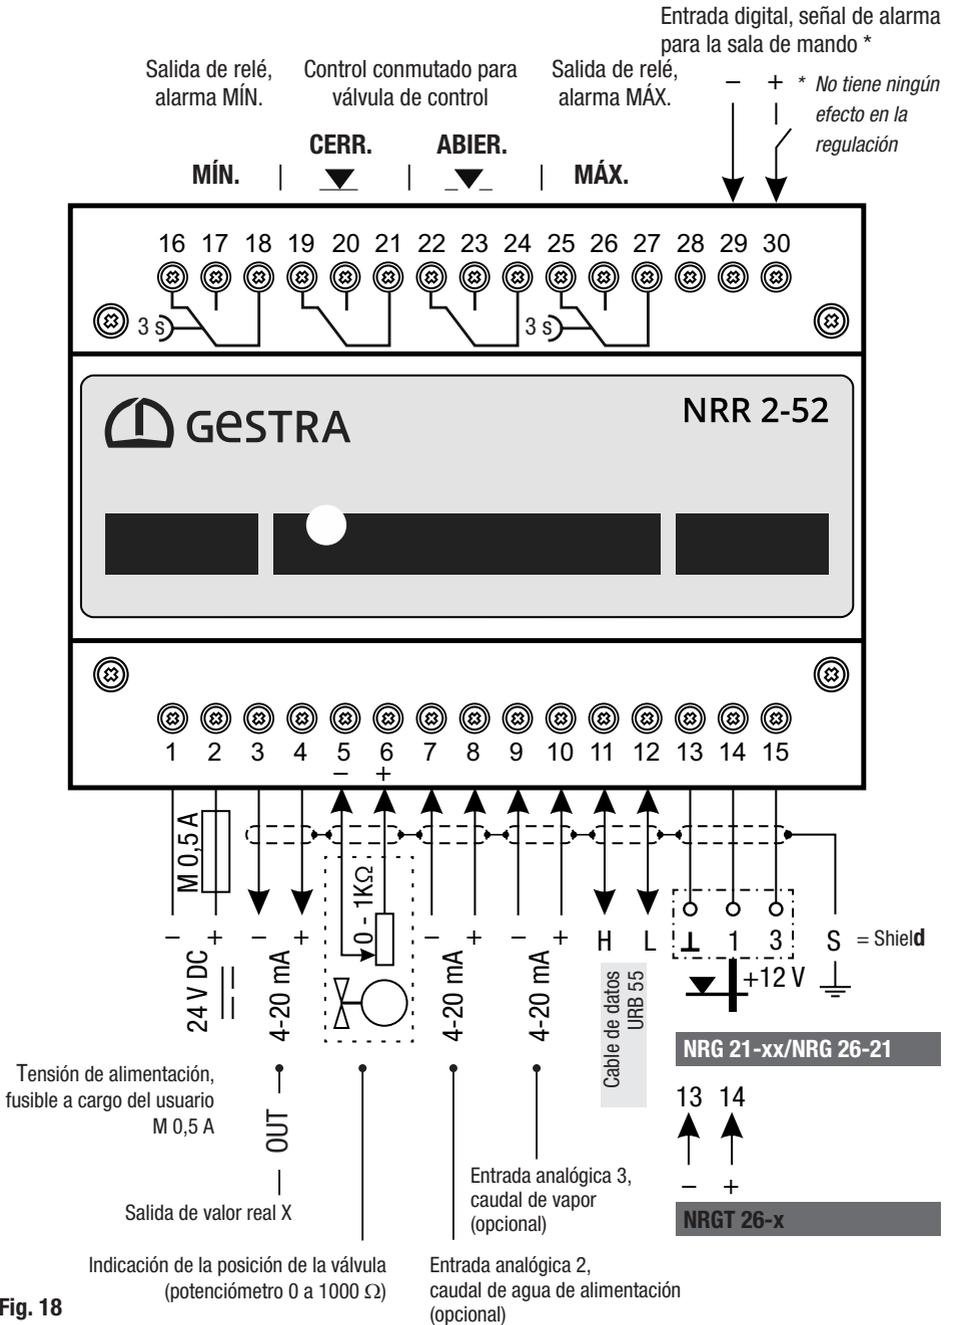
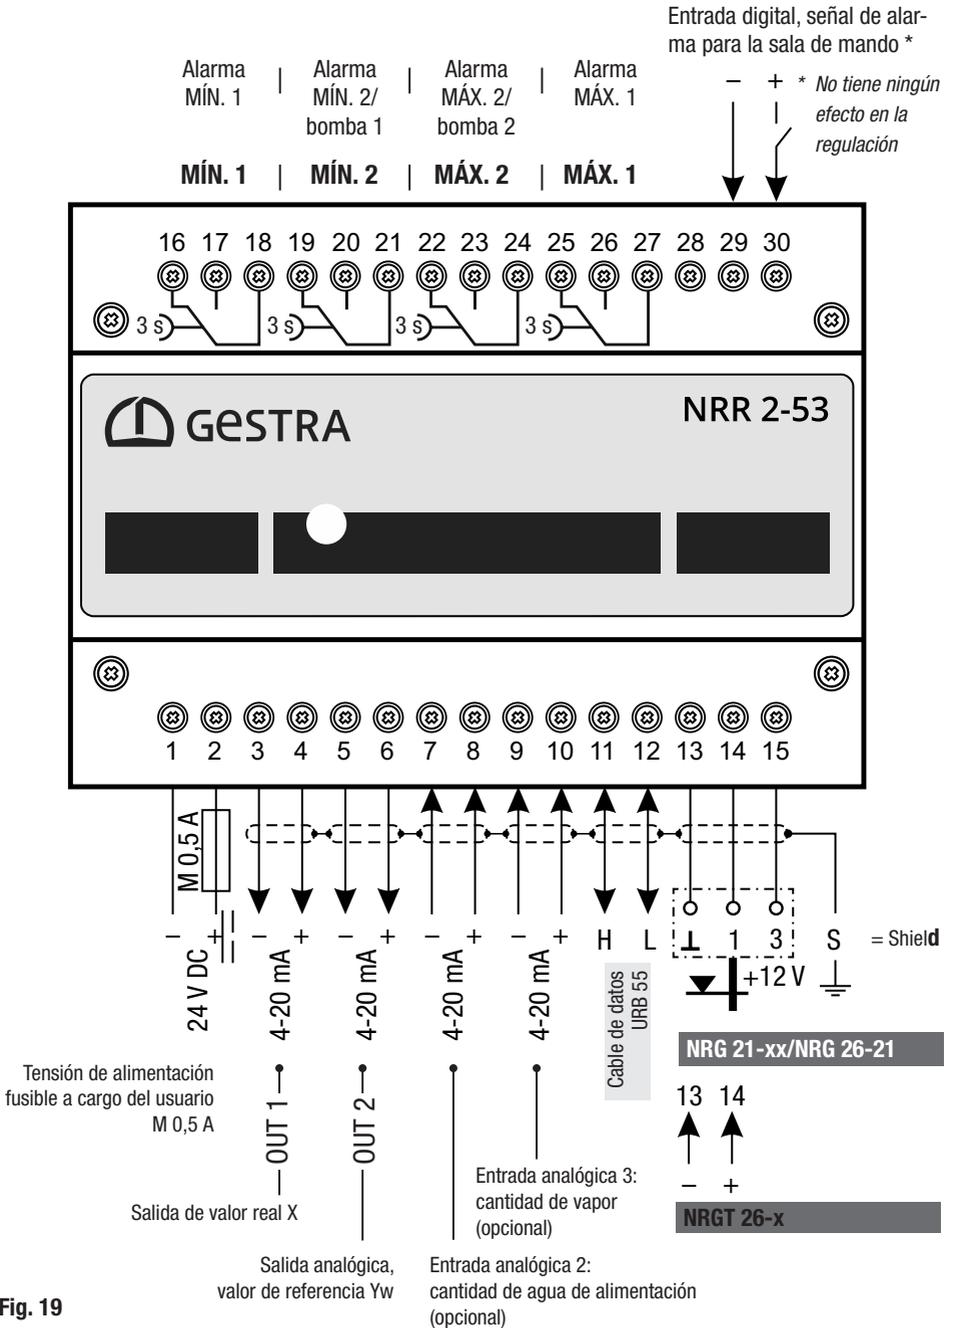

Fig. 18
Fig. 19
- Conecte el regulador de nivel y todos los componentes correspondientes conforme a los esquemas de conexión **Fig. 18/ Fig. 19** de este manual.
- Conecte las salidas conforme a los esquemas de conexión **Fig. 18/ Fig. 19**.
Para la conexión de los aparatos se suministra un cable de control preconfigurado con clavija, ocupación de la regleta de bornes conforme al esquema de conexión **Fig. 18, Fig. 19**.
- Ocupe las regletas de bornes conforme al esquema de conexión, **Fig. 18, Fig. 19**.